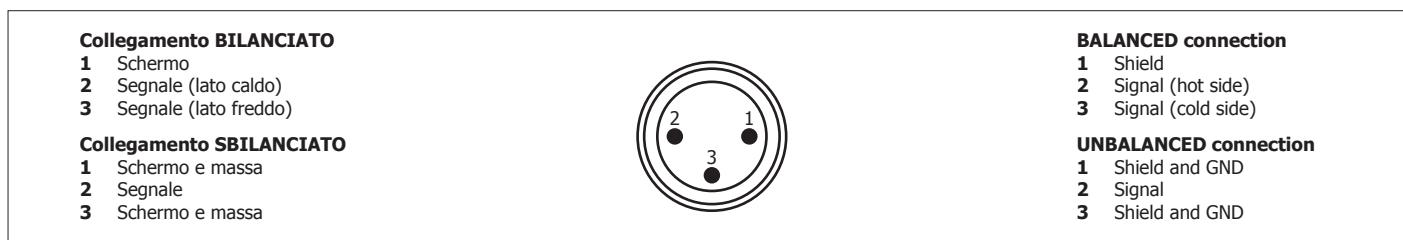

Fig. 3.2.1
- in posizione **LINE**, si seleziona la sensibilità di linea. I collegamenti a queste prese sono riportati nella Fig. 3.2.1.
The connections to these sockets are shown in Figure 3.2.1.